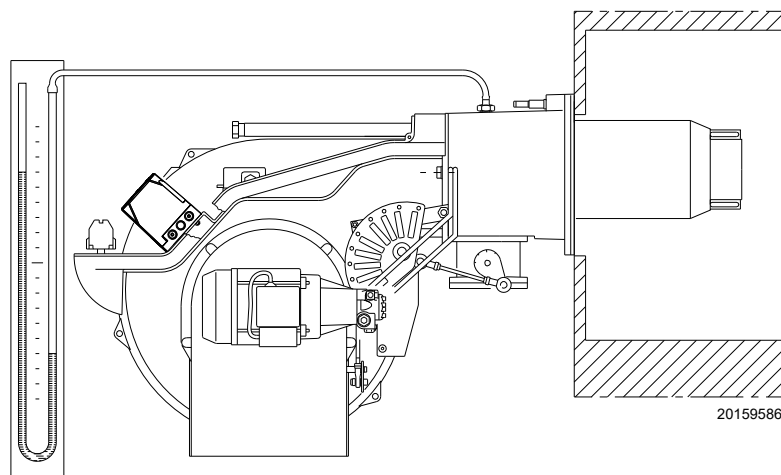

Fig. 33
- Montare un manometro a U o un manometro di tipo differenziale (Fig. 33), con presa (+) sulla pressione del gas del manicotto e (-) in camera di combustione. Serve a ricavare approssimativamente la potenza MAX del bruciatore mediante la Tab. K.
A titolo orientativo può essere ricavata dalla Tab. K a pag. 25, basta leggere la pressione del gas sul manometro a U, vedi Fig. 33 a pag. 30, e seguire le indicazioni.